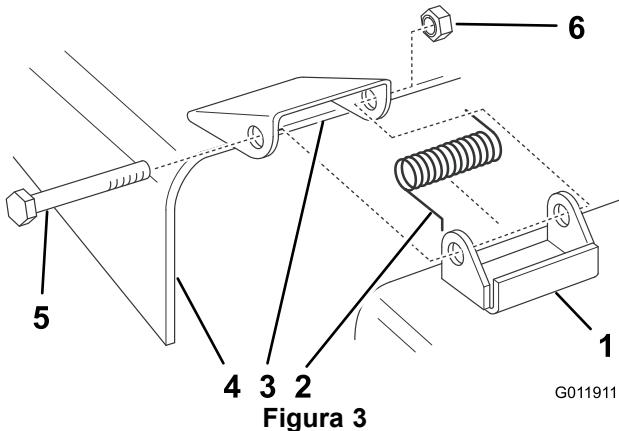

Figura 3
- Coloque los muelles en los soportes del cortacésped con los extremos doblados enganchados en la parte trasera elevada (Figura 3).
- Alinee el deflector de hierba con los taladros del soporte y con los extremos rectos del muelle en el espacio que hay debajo de la bisagra y encima del deflector (Figura 3).
- Sujete el deflector al soporte pasando pernos por el deflector de hierba, los muelles y los soportes. Sujételos con las contratuercas (Figura 3).